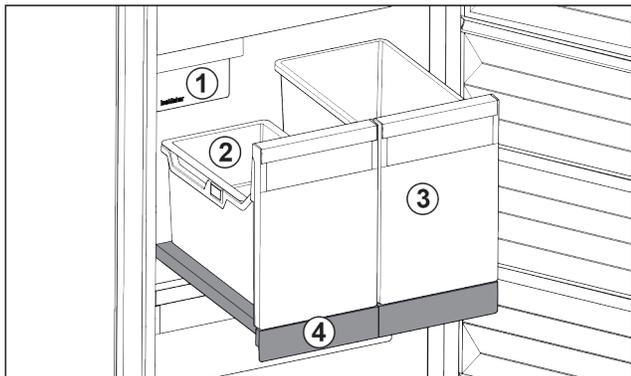

Fig. 98 Compartiment coulissant avec IceTower
- (1) IceMaker
- (2) Balconnet pour glaçons
- (3) Bac pour pizzas, boissons alcoolisées, etc.
- (4) Compartiment coulissant
Le compartiment coulissant comprend deux bacs hauts (IceTower). Le bac Fig. 98 (2) permet de recueillir et de stocker les glaçons de l'IceMaker. Les bacs Fig. 98 (3) sont conçus pour stocker des aliments hauts comme les pizzas et boissons alcoolisées.